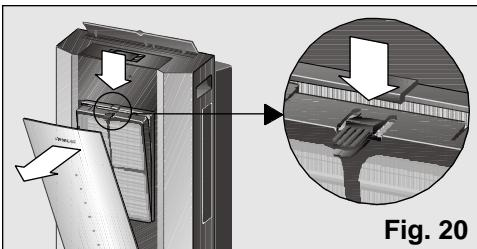

Fig. 20
sua sede, **Fig. 20**. Per lavarlo basta sciacquarlo in acqua del rubinetto, asciugarlo e rimetterlo a posto.
- Estraete il filtro base dell'attrezzatura, **Fig. 20**.